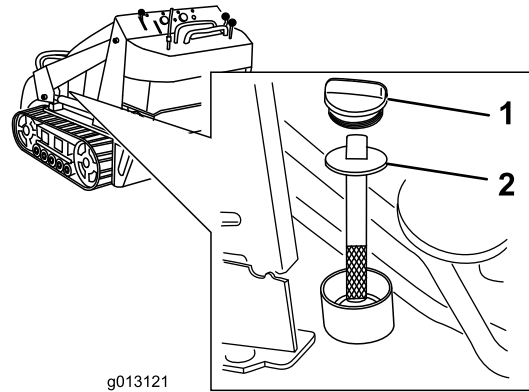

图 61
5. 清洁液压油箱加油颈周围的区域 图 61。
6. 拆下加油颈盖并检查量油尺上的油位 图 61。油位应当介于量油尺上的两个标记之间。